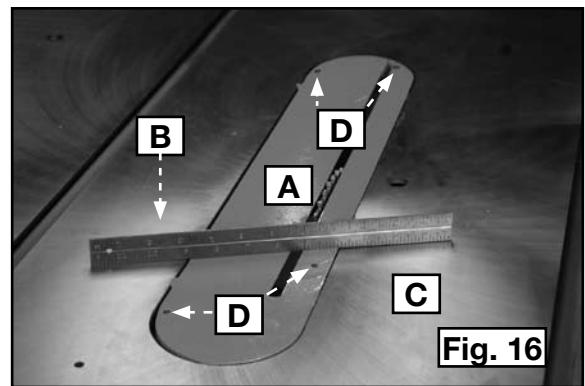

Fig. 16
- Baisser la lame et fixer la plaque amovible (A) fig. 16, à la table de la scie. Utiliser une règle droite (B) pour voir si la plaque amovible (A) affleure la surface de la table (C). Mettre au niveau la plaque amovible en tournant les boulons hexagonaux requis (D).